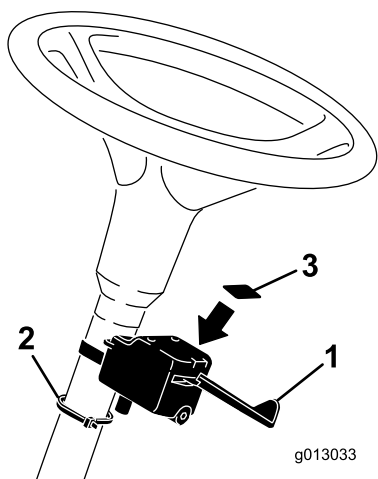

Figure 3
1. Montez le module de commande des indicateurs de direction sur la colonne de direction avec le collier réglable fourni avec le module (Figure 3).
3. Collez l'autocollant sur le haut du module de commande des indicateurs de direction (Figure 3).